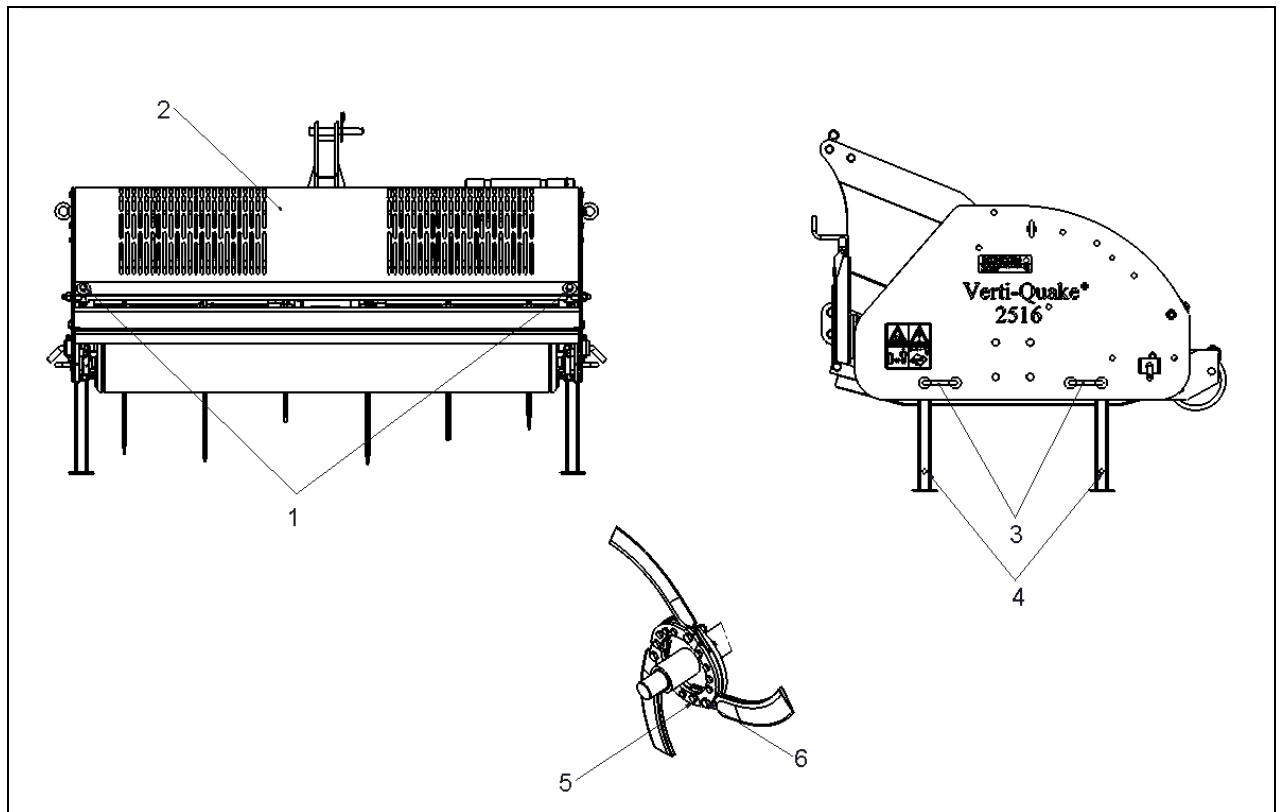

Fig. 8
1. Åbn et access panel (2) at løse ved bolte (1) og vippedør adgang til at køre. (Fig. 8)
12. Lukke panelet adgang (2) og sikkert dette ved hjælp af bolte (1) Roter. (Fig. 8)